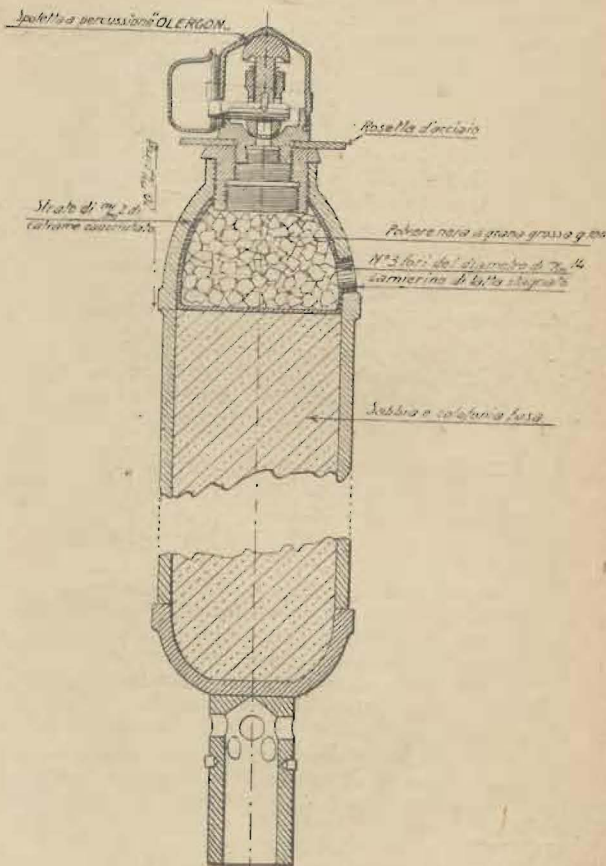

Fig. 3.
10. Bomba da esercitazione. (fig. 3) — Per le esercitazioni di tiro non viene impiegata la bomba carica di esplosivo ma una speciale *bomba Stokes da esercitazione*, la quale differisce dalla bomba di guerra soltanto: